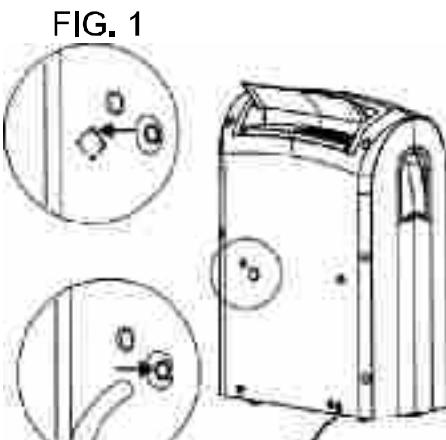

FIG. 2
2. Zapojiť otvor na odtok vody do odtokovej hadičky s vnútorným priemerom 12mm. (FIG.2)